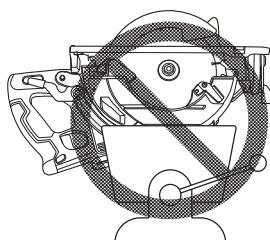

Fig. 4
5. No intente nunca cortar colocando la sierra circular de manera invertida sobre un banco de trabajo. Esto es sumamente peligroso y puede producir accidentes de gravedad. (Fig. 4)